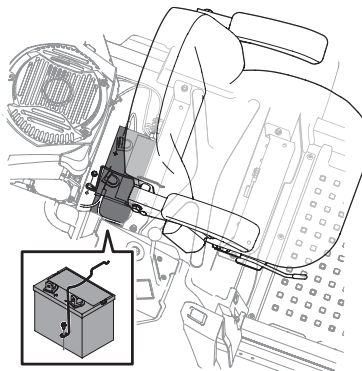

Figure 4-7
2. Retirez le boulon hexagonal qui fixe la tige de retenue de la batterie au châssis. Faites pivoter la tige de retenue de la batterie vers le haut et retirez la batterie. Voir Figure 4-7